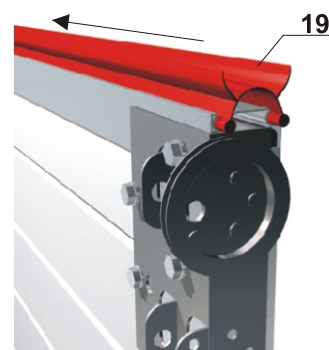

Рис. 5.5 Установка нижнего уплотнения.
После установки кронштейнов и петель выполняют установку нижнего уплотнения (19). Для этого нижнюю панель устанавливают алюминиевым профилем (18) вверх. Затем вставляют нижнее уплотнение в пазы и протягивают вдоль всей ширины ворот. Удобнее это выполнять вдвоем. Один монтажник протягивает, а другой направляет нижнее уплотнение. Нижнее уплотнение устанавливается ровно по длине ворот и выступающие остатки срезают ножом (как правило, нижнее уплотнение поставляется на 100 мм длиннее панели). Схема установки нижнего уплотнения приведена на рис.5.5.